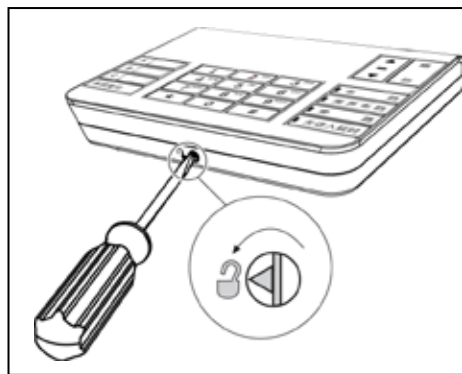

图 2.1: 解锁键盘
1. 使用平口螺丝刀逆时针旋转锁口将键盘解锁。参见图 2.1。